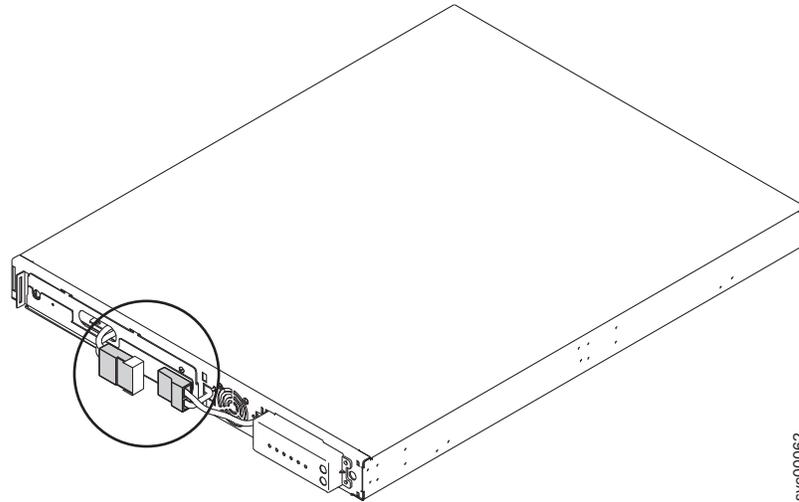

図 14. 保護テープ付きの 2145 UPS-1U 内部バッテリー・コネクタ
- 保護ラベルを内部バッテリー・コネクタ (23 ページの図 14 に示す) から取り外します。